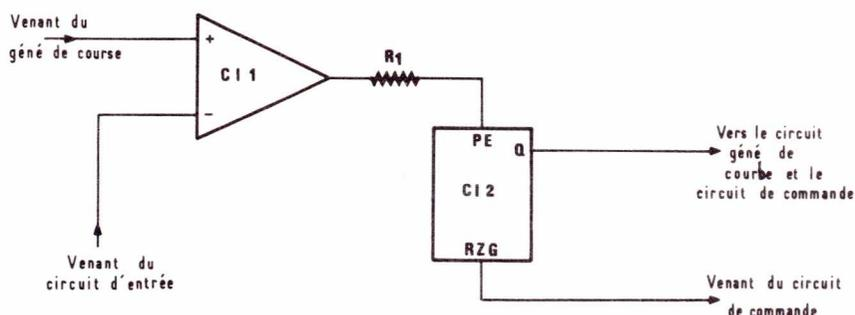

Figure 3 : Circuit d'analyse.
2) Le circuit d'analyse est le point sensible de ce montage car c'est lui qui par la comparaison dirige tout le système et permet la création des impulsions de commande des deux modules. La figure 3 en